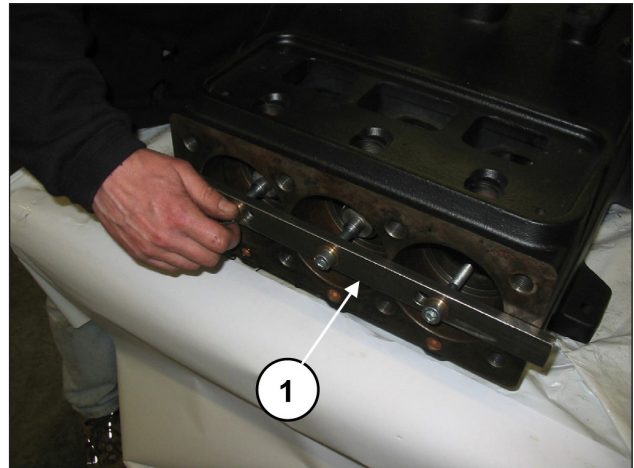

Abb. 25
Schieben Sie die Pleuelhälften in Richtung Hydraulik ganz vor, damit die Kurbelwelle heraustreten kann. Verwenden Sie als Arbeitshilfe das entsprechende Werkzeug (Art. 27566200), (Pos. ①, Abb. 25).